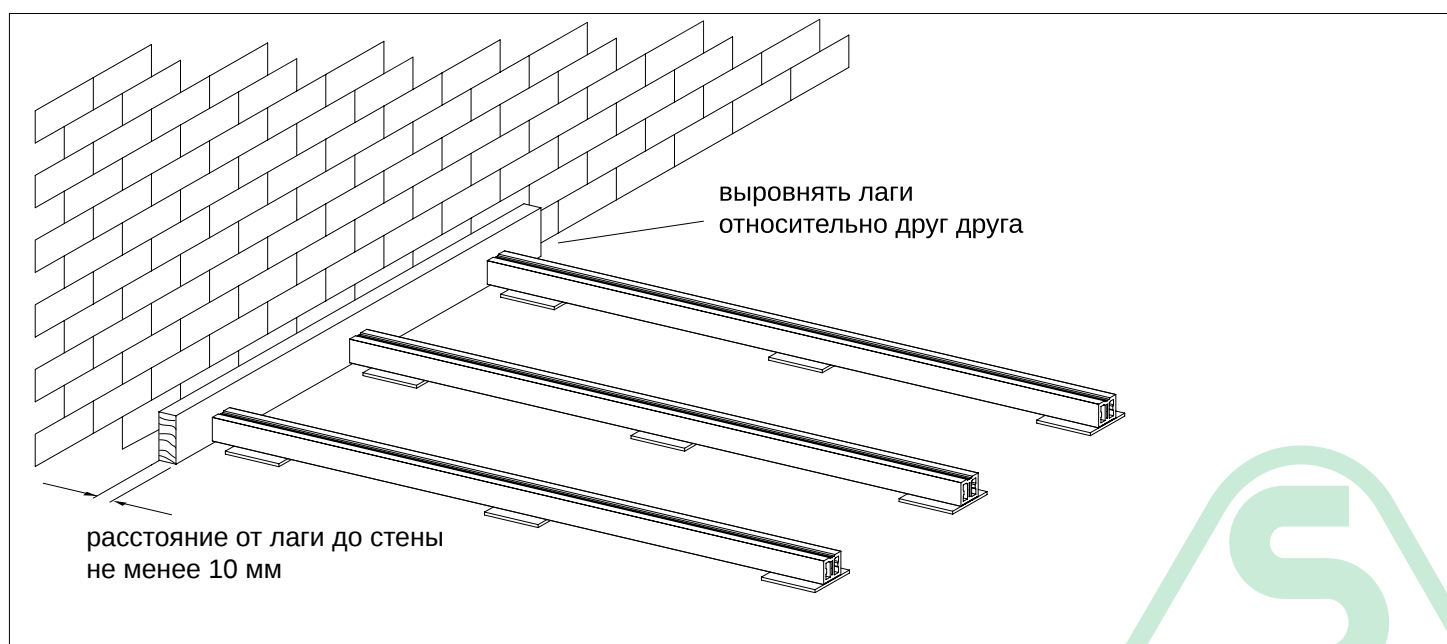
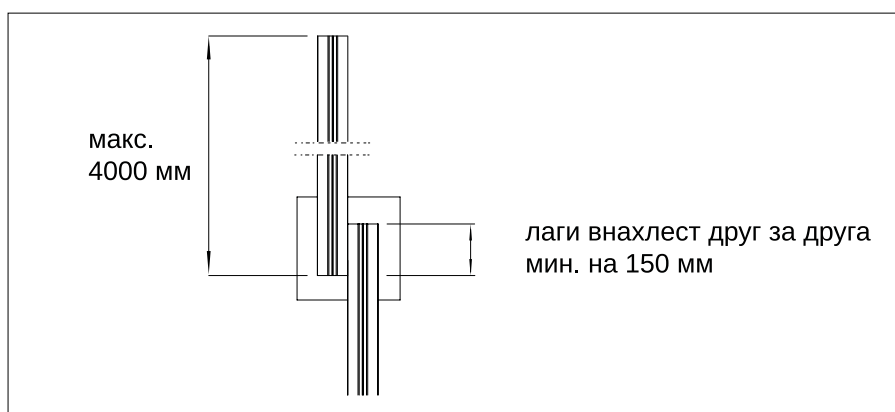

Рис. 6
Рис. 7
- Расстояние между стеной и лагой должно составлять не менее 10 мм (рис. 6). Лаги должны быть выровнены между собой (рис 6).
- Лаги, при необходимости их продолжения, укладываются внахлест друг за друга на 150 мм и крепятся перфорированной металлической лентой (рис.7).
- При закреплении лаг к основанию с помощью металлической перфорированной ленты предусмотрите зазор в 10 мм от каждого края лаги до линии перегиба перфоленты (рис.6) для компенсации температурного расширения.
- Учитывайте линейное расширение композитного материала – 1 мм на 1 погонный метр доски. Оставляйте зазоры между торцами террасных досок – 3-5 мм (рис.6, рис.7) для компенсации линейного расширения материала. Величина зазора зависит от места установки настила.